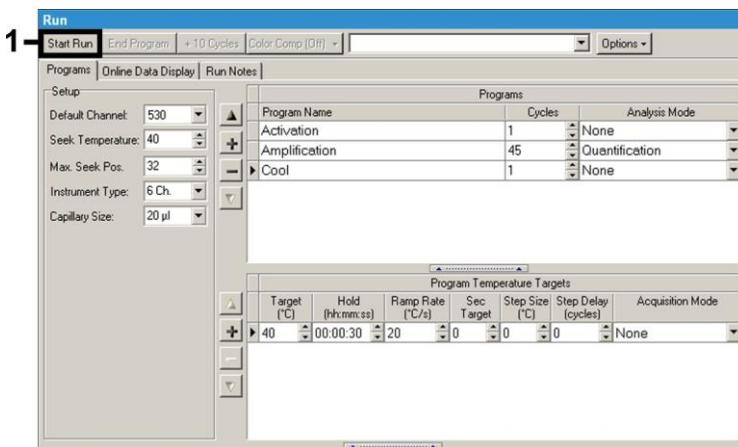

Fig. 9: Démarrage de la série de PCR.
- Afin de démarrer la série de PCR, passer à l'onglet *Run* et activer la fonction *Start Run* (voir Fig. 9). Le démarrage du programme PCR aura lieu suite à la saisie du répertoire où les données doivent être sauvegardées.